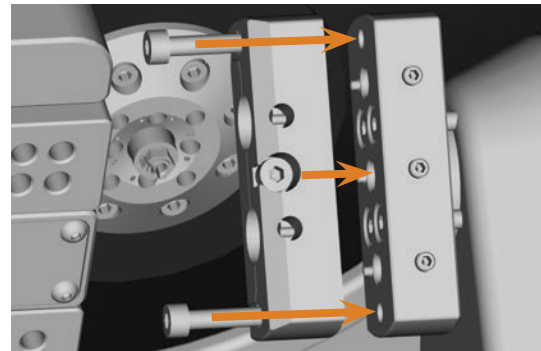

Abb. 19: ABUTMENTHALTER ANSCHRAUBEN
- M4. Drehen Sie den Rohlingshalter senkrecht (↻ Abb. 19).